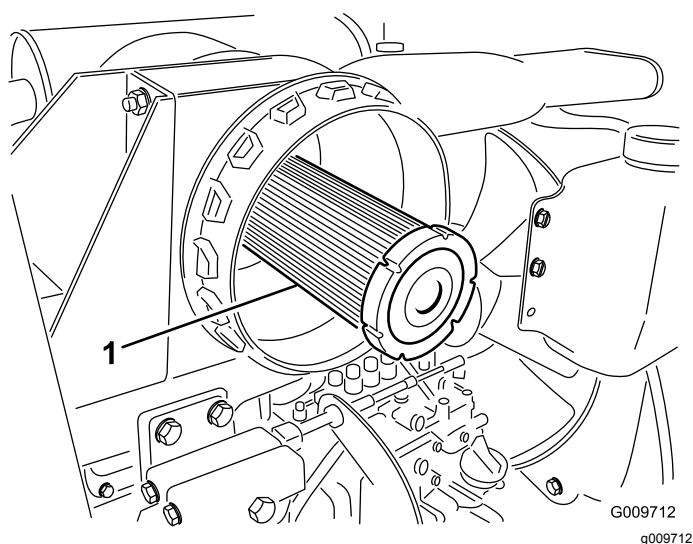

Рисунок 92
**Внимание:** Не пытайтесь очистить контрольный фильтр (Рисунок 92). Замену контрольного фильтра следует производить после каждых трех обслуживаний фильтра грубой очистки.